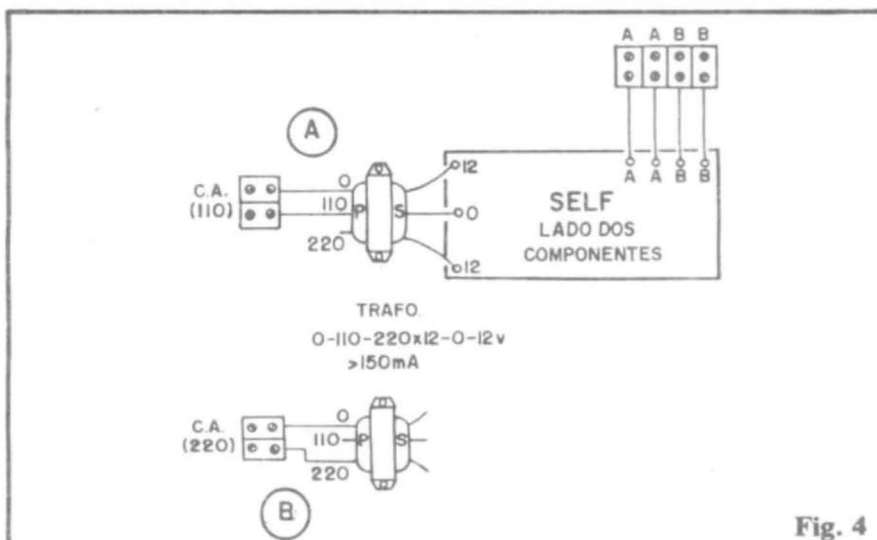

Fig. 4
Satisfeitas as condições anteriores, podem ser feitas as (poucas) conexões externas à placa, mostradas na fig. 4, onde o Circuito Impresso ainda é visto pelo seu lado **não cobreado** (por uma simples questão de "visualização", os componentes sobre a dita placa não são mais mostrados, mas considere que "eles estão lá"...). Muita atenção às ligações do transformador: em (A) temos a conexão para utilização em rede de 110 VCA, e em (B) para rede de 220 VCA. Para a identificação do **primário** (P) e **secundário** (S), lembrar que o primeiro costuma apresentar três fios em cores diferentes, enquanto que no segundo, os fios **extremos** apresentam cores idênticas, diferindo apenas a cor do fio central.
Identificar corretamente a barra de Sáfda, com os contatos "A-A" e "B-B". Notar ainda que todas as ligações externas mostradas na fig. 4 devem ser curtas, de modo que o conjunto não se apresente como uma "coisa" cheia de "penduricalhos", deslegante e sujeita a problemas de identificação de fios e ligações...